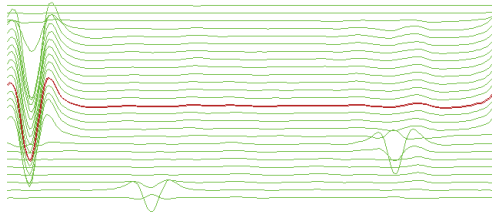

Abbildung 5-69 Prüfergebnis
- Das Prüfergebn sollte dem Beispiel in Abbildung 5-69 auf Seite 191 ähneln. Eine Auflistung aller Parameter wird in Abbildung 5-70 auf Seite 192 gezeigt.